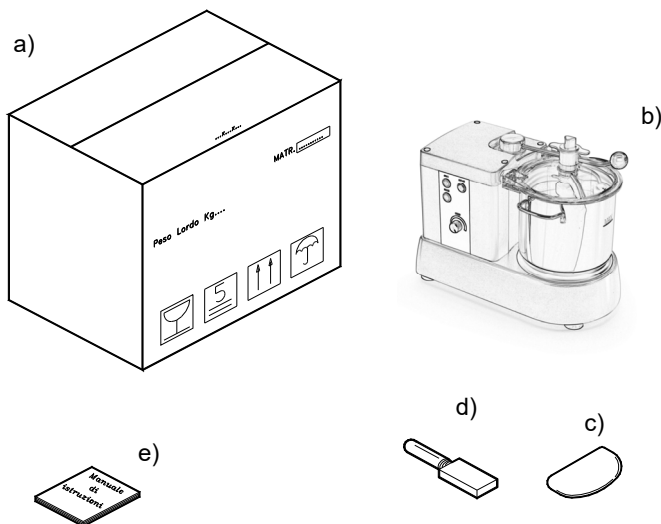

Abb.3
3.1 - Versand des Geräts (siehe Abb. 3)
3. Den zum Lieferumfang des Cutters zählenden Schleifstein nehmen (Bez. (d) - Abb. 3) und die nachfolgenden Schritte sehr vorsichtig ausführen. **ACHTUNG!!!** Den Schleifstein gleichmäßig von innen nach außen an der Schneide der Messer führen, bis